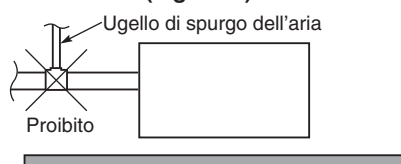

Fig. 3-10
- Non installare un ugello di spurgo dell'aria, dato che questo può causare lo spruzzo di acqua dall'uscita della tubazione di scarico. (Fig. 3-10)